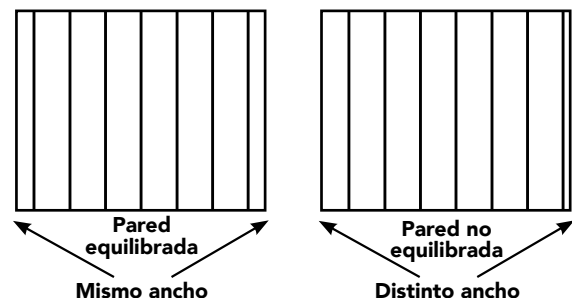

Figura 57
- Para crear un aspecto equilibrado (Figura 57), divida la longitud de la pared por el ancho de los paneles verticales que se utilizará. Por ejemplo, si la pared requiere de 20 paneles enteros, agregue 8" (203 mm) adicionales, entonces la primera y la última pieza será cortada a un nuevo ancho de 4" (102 mm). Asegure que haya suficiente profundidad en los canales de recepción de los accesorios en ambos extremos al momento de medir.
Para la aplicación del revestimiento vertical en hastiales, utilizar el mismo método descrito en la Figura 57 para una apariencia equilibrada.